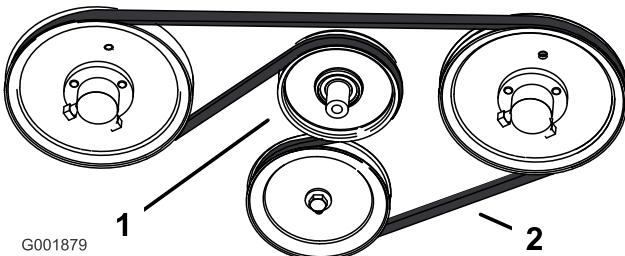

Figura 65
- Abbassate il tendicinghia a molla e togliete la cinghia di trazione dalle pulegge del motore e della pompa idraulica (Figura 65). Togliete la cinghia tra le pulegge.
- Montate la nuova cinghia attorno alle pulegge del motore e della pompa idraulica (Figura 65).
- Abbassate il tendicinghia a molla ed allineatelo sotto la cinghia di trazione. Rilasciate la pressione del tendicinghia a molla (Figura 65).